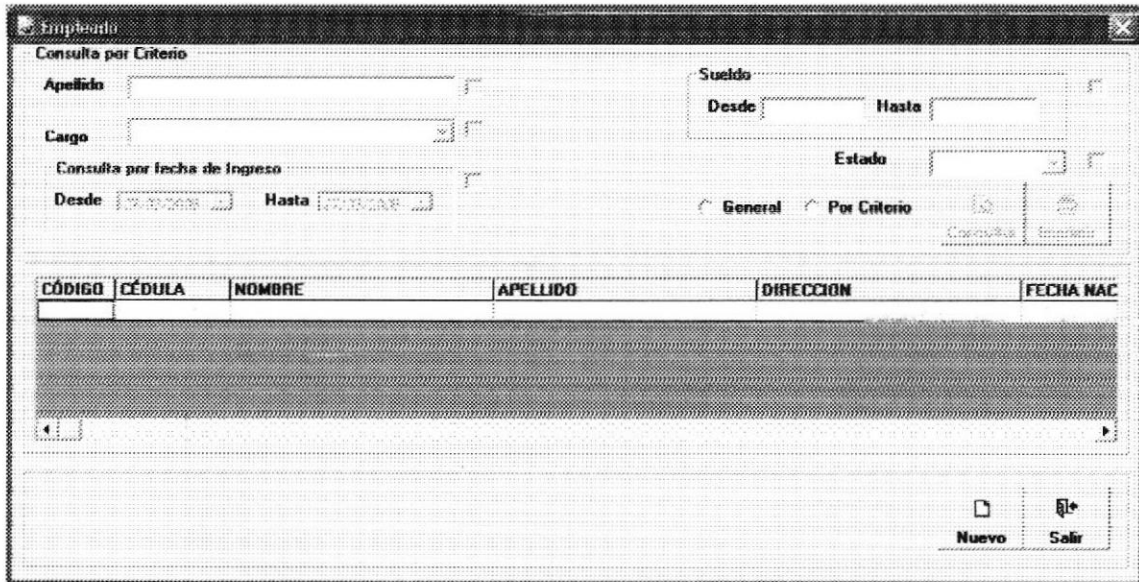

Figura 10.9. Pantalla de Reporte de Empleados.
- 6. Habiendo ejecutado el paso 1 y 2 se visualizará la pantalla de reporte de Empleados como se muestra en la figura 10.9.